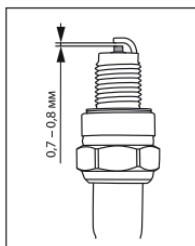

Рисунок 17.
7. Проверьте величину зазора между заземляющим и центральным электродами, используя специальный щуп. При необходимости установите зазор 0,7-0,8 мм (рис. 17).